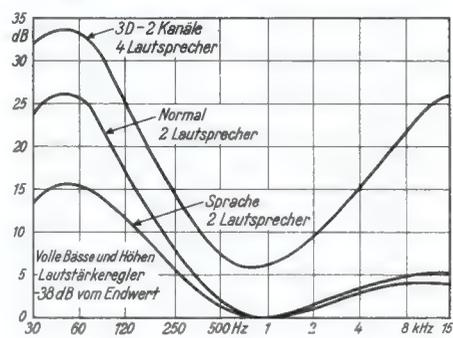

Bild 9. Einfluß des 3D- und des Sprache/Musik-Schalters auf die Nf-Kurve
Im Eingang des Baßkanals mit Phasenumkehrer PC(L) 81 und zwei Pentoden EL 84 im Ausgang ist ein Abschwächglied für die Höhen angeordnet (50 kΩ und 1,6 nF), das nur in „Aus“-Stellung der „3D“-Taste in Funktion ist, so daß sich eine NF-Übertragungskurve wie in Bild 9 (2. Kurve von oben) ergibt. Man erkennt die Abschwächung der Frequenz von 15 kHz um nicht weniger als 20 dB. Vor den Gittern der ersten EL 84 bzw. der Phasenumkehrer liegt der Sprach/Musikschalter in Form einer Parallelschaltung von 500 pF und 1 nF. Ist dieser mit S 8-9 bezeichnete Schalter offen, dann wird die Übertragung der tiefen Frequenzen geschwächt und dem Charakter der Sprache Genüge getan. Die sich ergebende NF-Kurve geht aus Bild 9 hervor und zeigt eine Abschwächung der Tiefen um 17 dB.